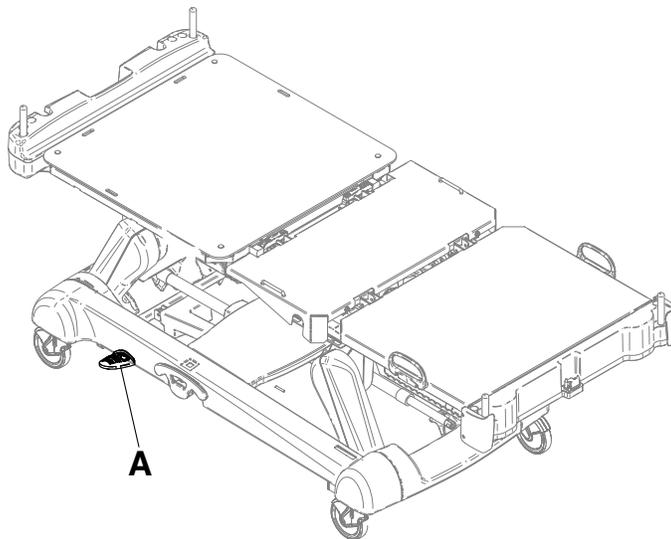

Figure 9 : Levier de débrayage pour position d'urgence RCP
Deux leviers de débrayage pour position d'urgence RCP se situent au niveau de la section côté tête, de chaque côté du plan de couchage (A) (Figure 9 à la page 29).